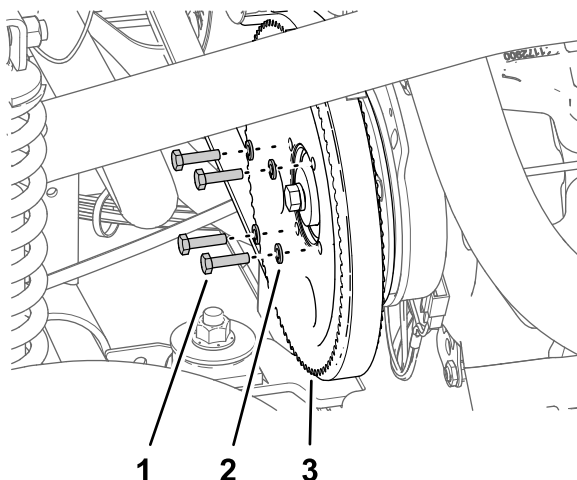

Figura 179
3. Rimuovete i 4 bulloni ($\frac{1}{4}$ " x 1") e le 4 rondelle di bloccaggio ($\frac{1}{4}$ ") che fissano la puleggia alla pompa dell'irroratrice (**Figura 179**).